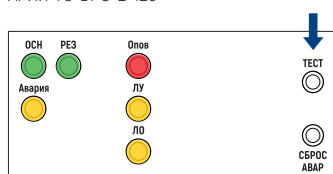

Рис. 32. Индикация режима «Тест» на двухзональном БРО
• В двухзональных БРО и БР во время воспроизведения сообщений вместе с перечисленными индикаторами ровным свечением горит индикатор оповещения соответствующей зоны («ОПОВЕЩ 1» и/или «ОПОВЕЩ 2») (рис. 32, 33). При отсчете времени задержки индикатор «ОПОВЕЩ» горит ровным свечением, индикатор соответствующей зоны («ОПОВЕЩ 1» и/или «ОПОВЕЩ 2») включается в мигающем режиме.